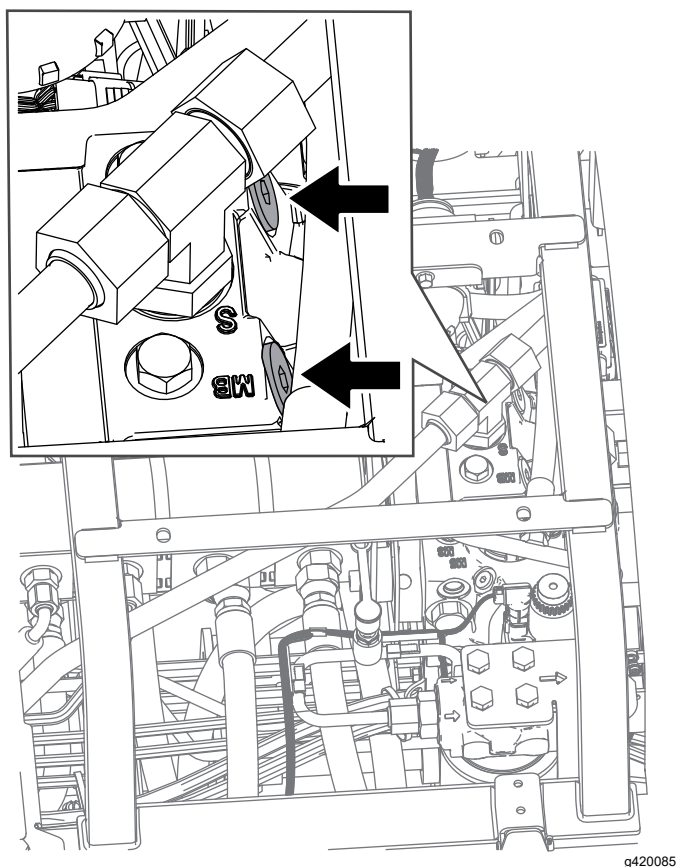

Figura 98
2. Localizați supapa de by-pass sub scaun i pe partea superioară a hidrostatului (Figura 98).